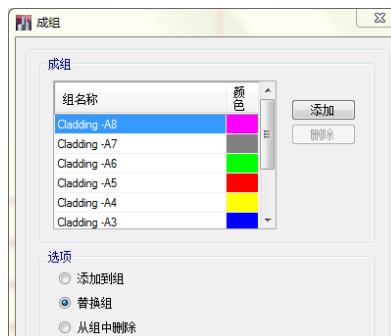

图 8-2 成组对话框
4. 点击菜单：**指定>指定对象到组**命令，弹出**成组**对话框，如图 8-2 所示。